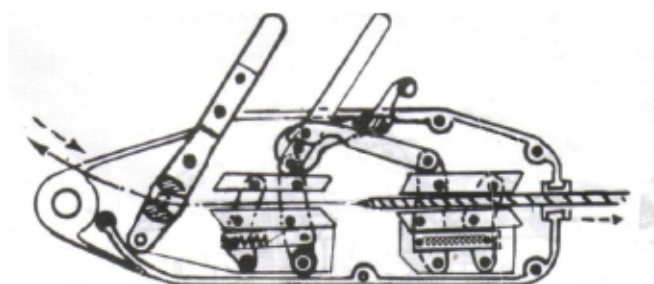

Рис.1 Конец троса входящий и выходящий.
- Таким образом, лебедка находится в рабочем состоянии и готова к работе. (Рис.1)
4. Вытащить трос из лебедки. (Рис.1) В конце работы зубцы захватов раскроются сразу же, как только вы нажмете освобождающий рычаг, а затем трос выйдет из нижнего отверстия лебедки.